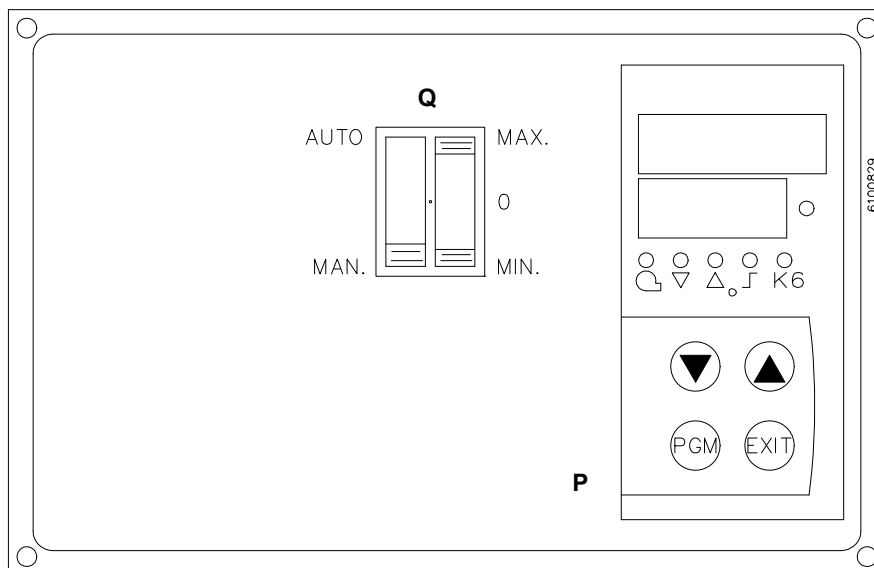

Fig. 37 - Solo bruciatori modulanti
- 1 Premere per 5 secondi il tasto EXIT sul modulatore (Fig. 37); quando si accende il LED con il simbolo della mano, agire sulla freccia, portando progressivamente il servocomando nella posizione di massima apertura;